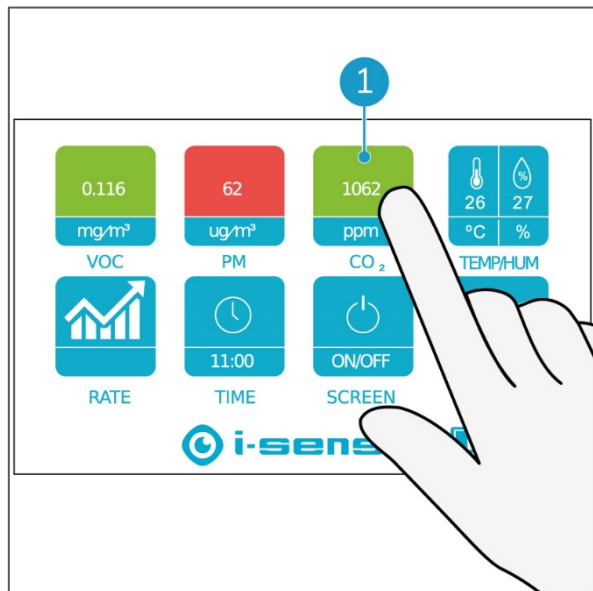

Figure 14
1. Touchez du doigt le bouton CO₂ (Figure 14, position 1).